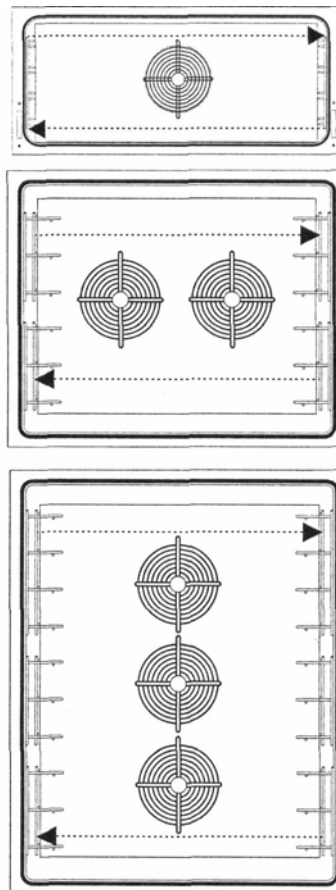

Рисунок 4
- Меняя местами левый и правый держатели подносов, печь можно использовать как для приготовления гастрономических, так и хлебобулочных изделий. Для этого необходимо извлечь винты, крепящие держатели подносов, и поменять держатели местами (рисунок 4).